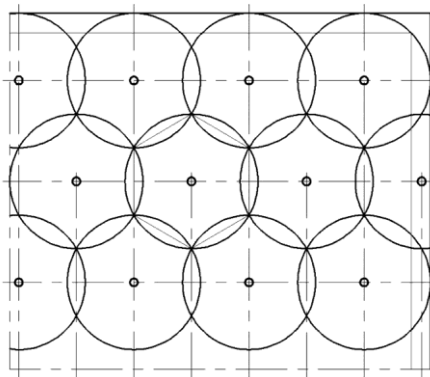

Рис. 3. Шахматный способ расстановки модулей
** При использовании конфигурации защищаемой площади круглой формы, которая представляет собой фигуру, описанную вокруг квадратов, представленных в табл. 3, использовать шахматный порядок расстановки модулей (см. рис. 3).